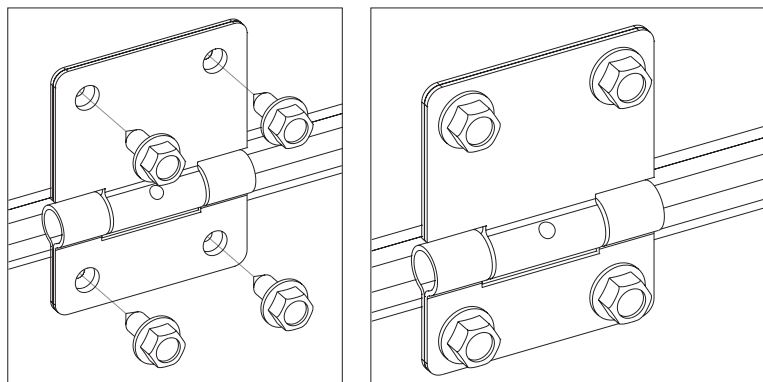

Рис.29.2
- 3) установить промежуточные петли, закрепить каждую из них их четырьмя самонарезающими винтами 6,3×16 (рис. 29.2);